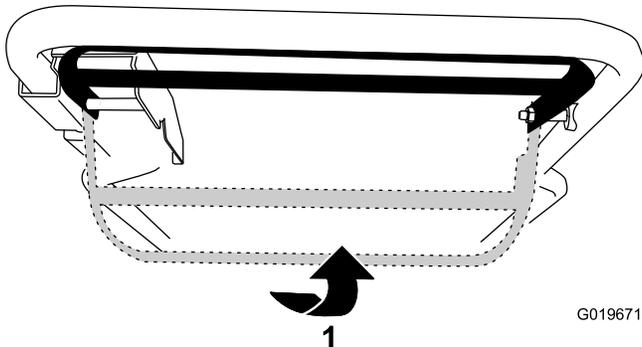

Bild 13
- **Verwenden des Selbstantriebs ohne Einkuppeln des Messers:** Drücken Sie den Schaltbügel zum Bügel (Bild 13).